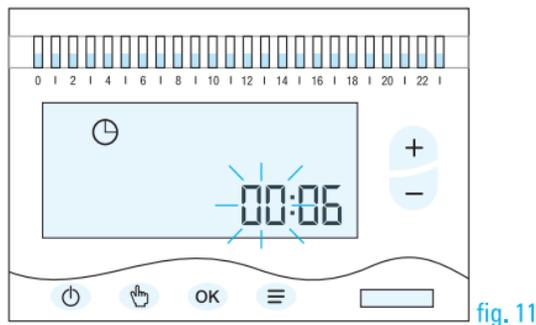

fig. 11
5.2 Premere il tasto OK per confermare la selezione. Iniziano a lampeggiare le due cifre delle ore. fig.11